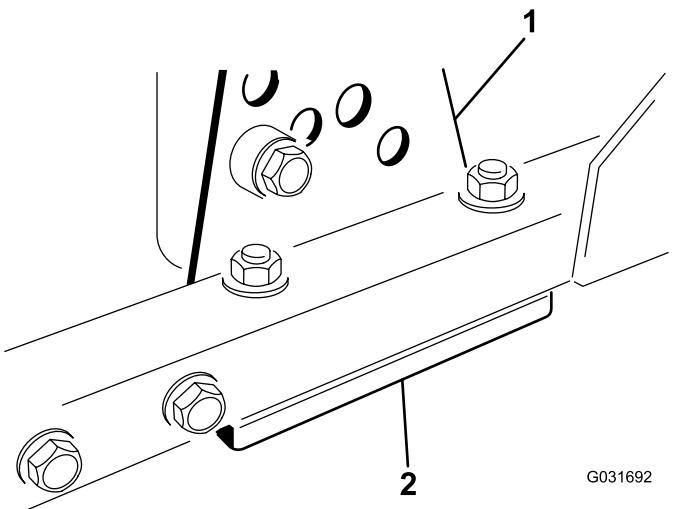

図 95
1. 刈り高ブラケット前、左、右のうち1つをデッキのフレームから外す図 95。
2. デッキフレームとブラケットとの間に厚さ 1.5mm または 0.7mm のシム、場合によってはこれらの両方を挿入して、希望する刈高を達成する 図 95。